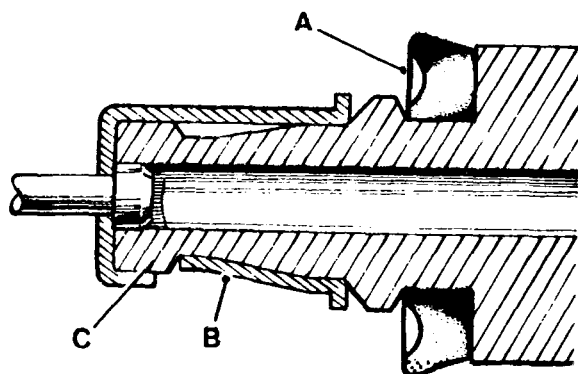

Fig. B2-14 - Montaje del émbolo.
- d) El collarín (fig. B2-14) se situará en el extremo del émbolo, con la parte de mayor diámetro hacia aquel.